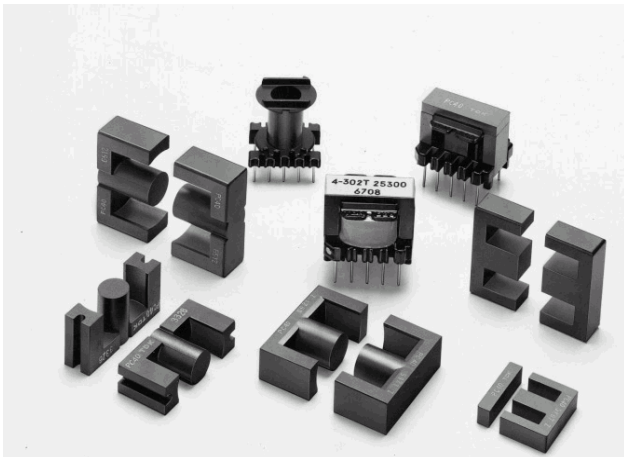

图 1 铁氧体磁芯 (TDK)
**磁芯型式：**铁氧体是商业开关式电源 (SMPS) 中最常用的磁芯材料。图 1 为各种铁氧体磁芯和骨架。磁芯型式应当依照系统需求进行选择，包括输出数量、物理高度、成本等。表 1 列明了各种磁芯的特点和典型应用。